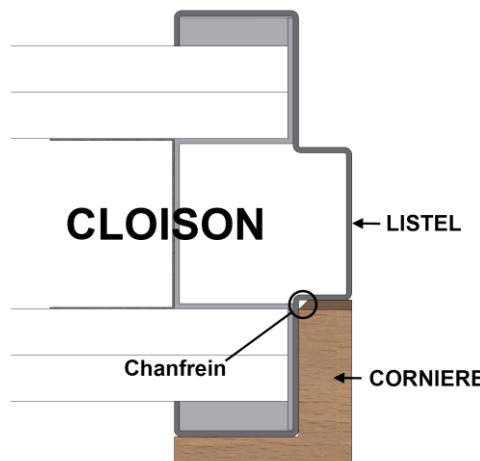

Figure 2
- **Cornière :** Retirer le film adhésif du double-face et emboîter la cornière au montant de l'huissserie en l'appuyant contre, côté le plus court en fond de feuillure contre le listel (voir **figure 2** p9).
- **Cornière :** Retirer le film adhésif du double-face et insérer la cornière d'habillage entre les deux autres cornières déjà en place sur les montants, en l'emboitant à l'angle de la traverse côté double face recouvrant ainsi le parement et comblant la feuillure de l'huisserie existante (voir **figure 2** p9).